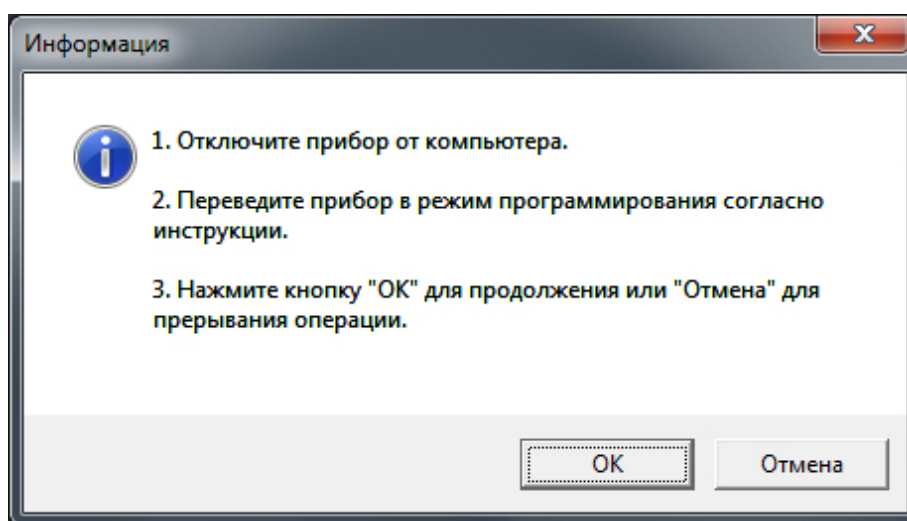

Рисунок 6 – Последовательность действий для обновления ПО прибора
**2.6.** Выполните действия, предложенные в диалоговом окне (рисунок 6), а именно:
3. Нажмите мышкой кнопку «ОК» в диалоговом окне программы – рисунок 6. Начнется процесс обновления программного обеспечения и появится окно, сопровождающее этот процесс, приведенное на рисунке 8.